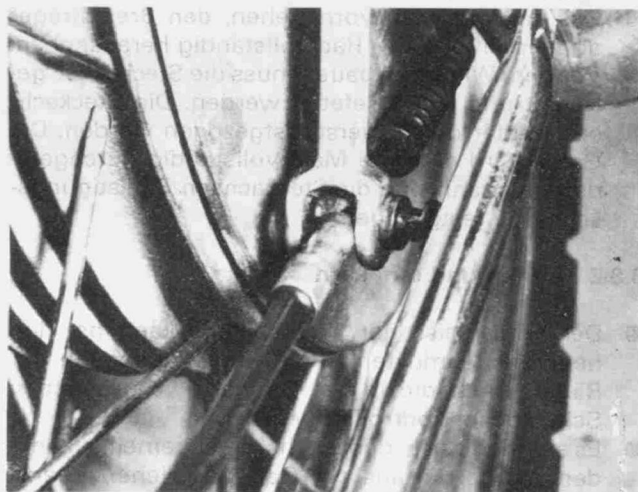

Bild 295
- Die Nachstellschraube am bremsseitigen Ende des Brems-Seilzugs lockern, damit Handbremshebel und Bremsnockenhebel soweit entspannt werden, dass der Seilzug-Gelenkbolzen herausgenommen werden kann (Bild 295).